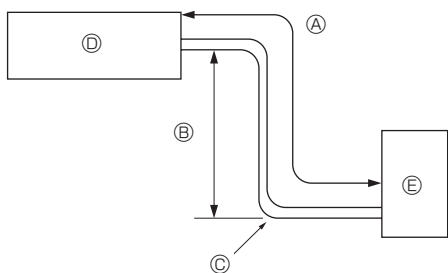

Fig. 2-1
2.1. Трубопровод хладагента (Fig. 2-1)